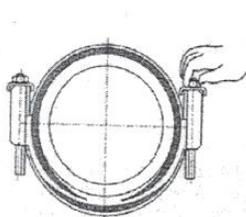

Рис.3
- Наклейте второй фиксатор на крепёжные выступы (рис. 3). Убедитесь, что защитные оболочки расположены под металлической лентой и что концы резинового уплотнителя не подвернулись внутрь, а прилегают к трубе по всей плоскости. Подтяните боковые упоры друг к другу и затяните гайки руками, а затем используйте динамометрический ключ;